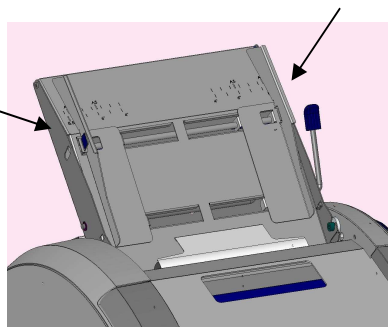

Abb. 06
2.4.1 Papiereinlegen beim TF MINI plus (= eine Papierkassette, siehe Abb. 06)